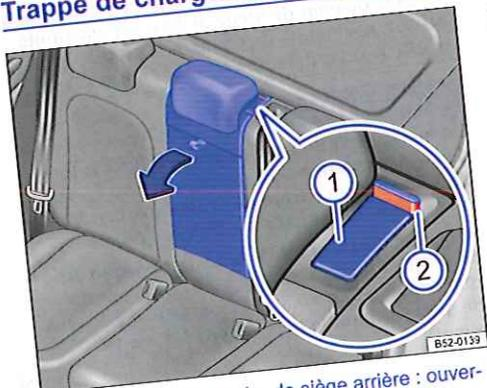

Fig. 102 Dans le dossier de siège arrière : ouverture de la trappe de chargement
- Appuyez sur la touche de déverrouillage → fig. 102 ① et rabattez la trappe de chargement vers l'avant.
- Le repère rouge sur l'indicateur de verrouillage → fig. 102 ② ne doit plus être visible.
- Un repère rouge sur l'indicateur de verrouillage → fig. 102 ② indique que la trappe de chargement n'est pas encliquetée. Veillez toujours à ce que le repère rouge ne soit jamais visible lorsque la trappe de chargement se trouve en position verticale.